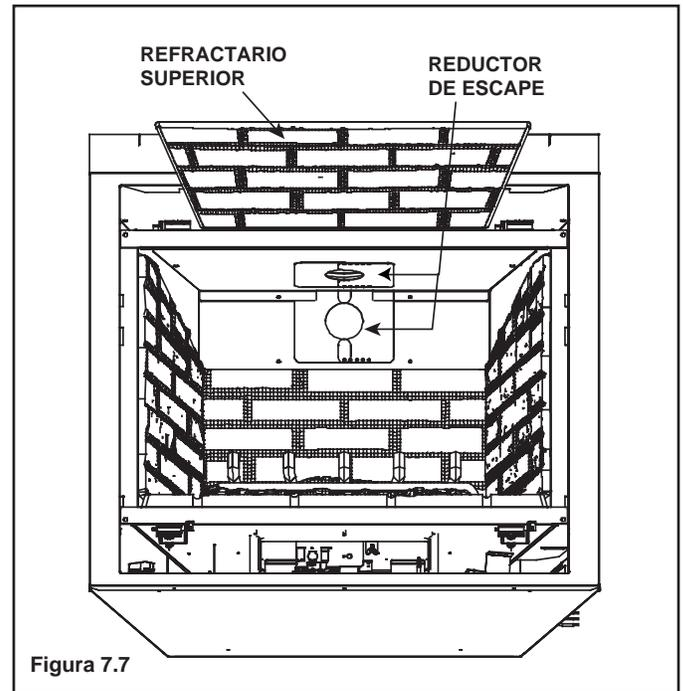

Figura 7.7
1. Retire la pieza superior de refractario si ésta ya fue instalada. Consulte la Figura 7.7.